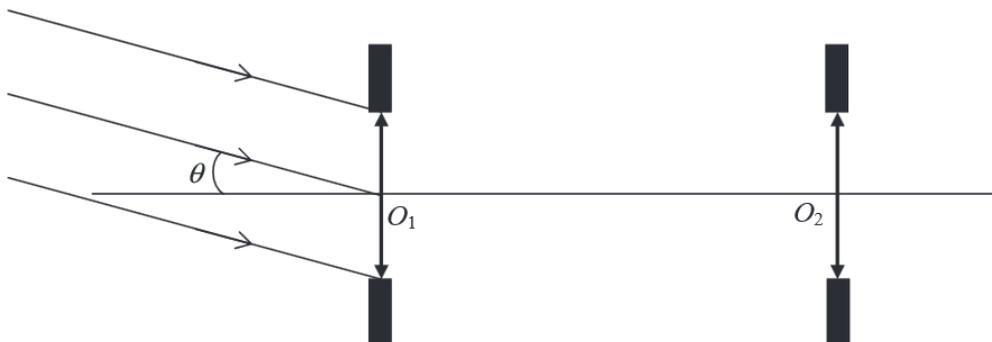

Figure 9 : lunette astronomique et diaphragme de champ
B.3- On considère un objet ponctuel situé à l'infini en dehors de l'axe optique et dans la direction θ par rapport à ce dernier (figure 9). Expliquer, de façon qualitative, ce qu'il advient des rayons lumineux lorsque l'angle θ devient trop important. On dit de la monture de l'oculaire qu'elle est le diaphragme de champ de la lunette. Pouvez-vous justifier cette affirmation ?